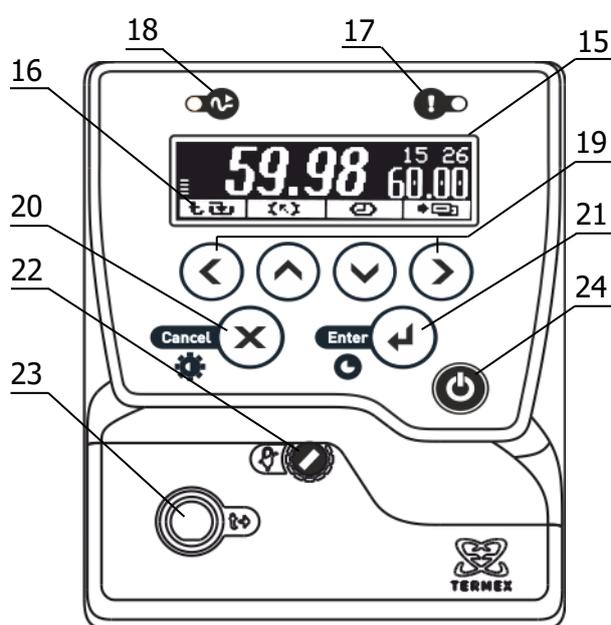

Рисунок 2 – Лицевая панель
Система безопасности блоков регулирования отключает двигатель насоса и нагреватель при срабатывании хотя бы одной из защит или неисправности датчика температуры (1.2.13). При срабатывании системы безопасности раздается звуковой сигнал, загорается индикатор 17 (рисунок 2) и на дисплей 15 выводится информация о причине неисправности.
2.3.1 После подключения сетевого кабеля к электрической сети блок регулирования переходит в режим ожидания. Подключение сопровождается кратковременной подсветкой дисплея 15 (рисунок 2).
2.3.6 Для регулировки яркости подсветки или контраста дисплея нажать кнопку 20 (✕), выбрать изменяемый параметр кнопками (▲) и (▼) и установить его значение кнопками (◀) и (▶). Зафиксировать изменение нажатием кнопки 21 (↔) (рисунок 2).
2.7.6 Для выбора уставки в качестве текущей кнопками (▲) и (▼) подвести к ней указатель. Значение отмеченной указателем уставки дублируется крупными цифрами в правой части дисплея. Для подтверждения выбора отмеченной уставки нажать кнопку 21 (←). Для отмены выбора нажать кнопку 20 (×) (рисунок 2).
2.7.7 Для изменения численного значения отмеченной указателем уставки нажать кнопку (▶). На рамке, обрамляющей значение уставки в правой части дисплея, появятся «засечки», указывающие на изменяемую позицию в численном значении. Цифра в отмеченной позиции мигает. Нажатиями кнопок (▲) и (▼) установить требуемую цифру в отмеченной позиции. Если удерживать кнопку нажатой, значение уставки будет изменяться непрерывно. Нажатиями кнопок (◀) и (▶) переместить отметку изменяемой позиции. Дискретность изменения значения уставки зависит от положения изменяемой позиции: если отмечена позиция десятков, то при единичном нажатии кнопки (▲) или (▼) значение уставки изменится на 10 °С. Если отмечена позиция десятых долей, то значение уставки изменится на 0.1 °С соответственно. Закончить ввод нового значения уставки нажатием кнопки 21 (←). Для возврата к значению уставки до ее изменения нажать кнопку 20 (×) (рисунок 2).
2.8.3 При срабатывании защиты раздается звуковой сигнал и загорается красный индикатор срабатывания системы безопасности 17 (рисунок 2). Работа насоса и нагревателя будет блокирована. На дисплее отобразится текущее состояние системы защит.